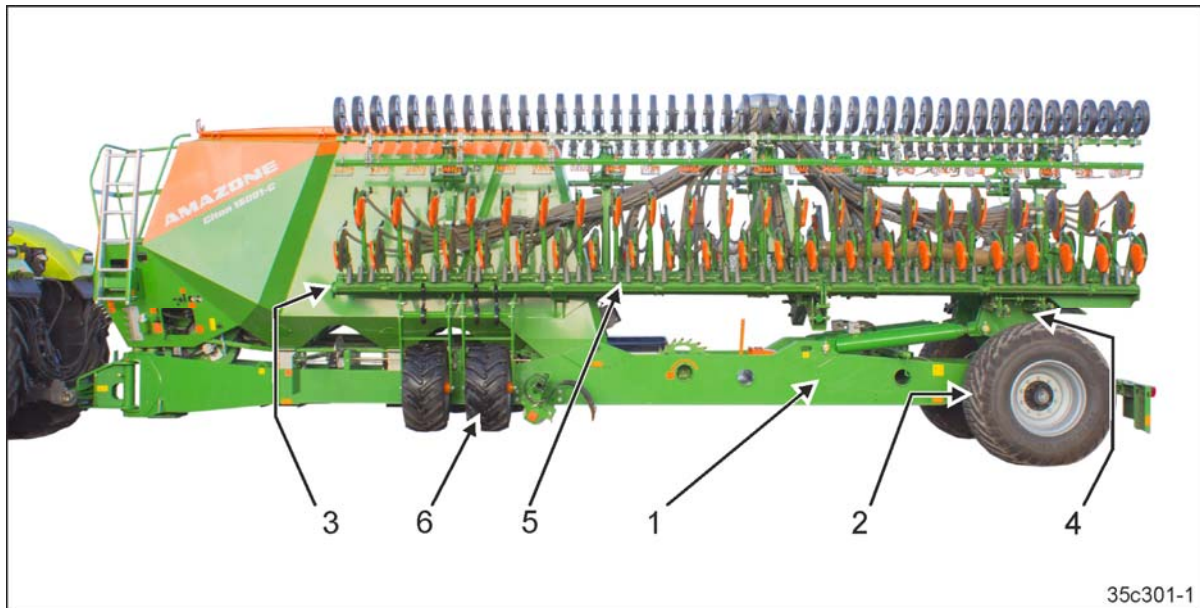

Fig. 38
- einem Hauptrahmen (Fig. 38/1) mit Fahrwerk (Fig. 38/2) und Vorratsbehälter (Fig. 38/3).
- einen klappbaren Heckrahmen (Fig. 38/4)
- zwei zum Transport einklappbare Maschinenausleger (Fig. 38/5)
- Stützräder für die Maschinenausleger (Fig. 38/6).